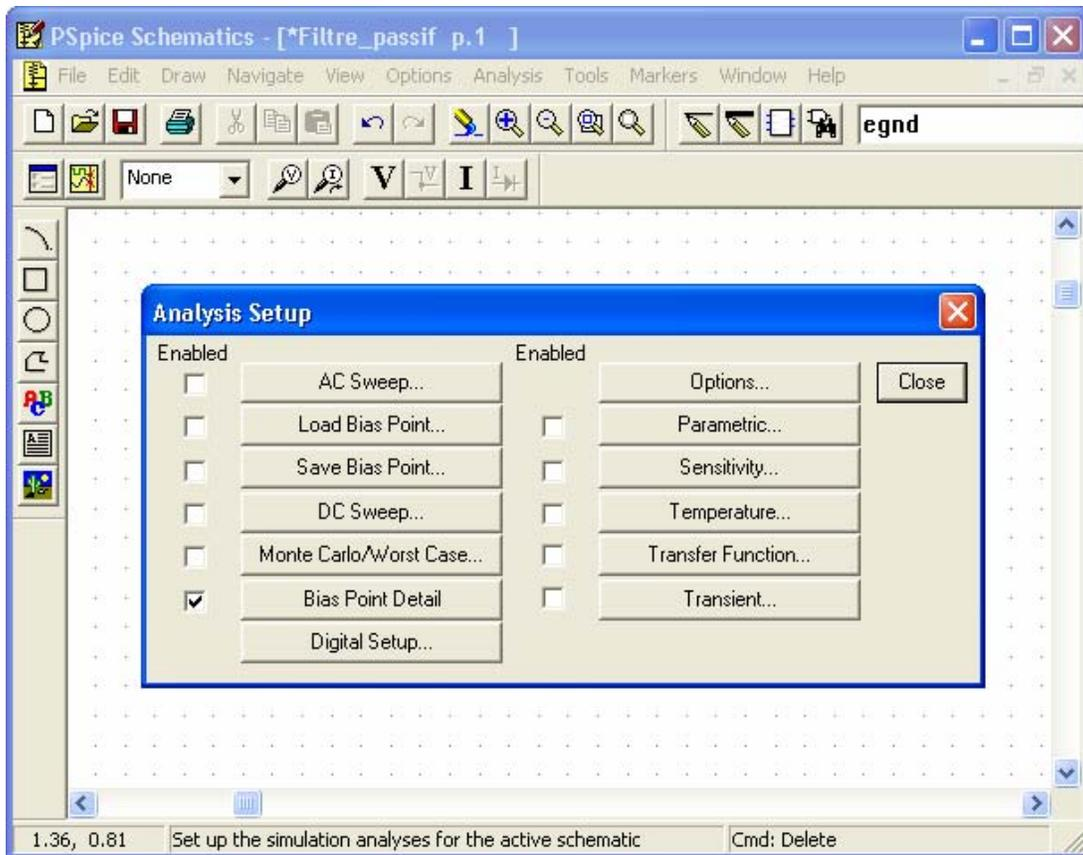

Figure 1.4 : Boite de dialogue de l'option Setup du menu d'Analysis
- Dans le menu *Analysis*, choisir l'option *Setup*. La fenêtre de dialogue obtenue est représentée à la figure 1.4 :